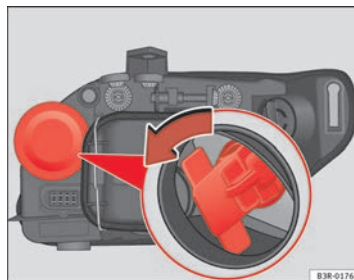

Abb. 209 Glühlampe für Blinker
- Den Lampenträger durch Ziehen am Halter und durch Drehen gegen den Uhrzeigersinn herausnehmen \Rightarrow Abb. 209.